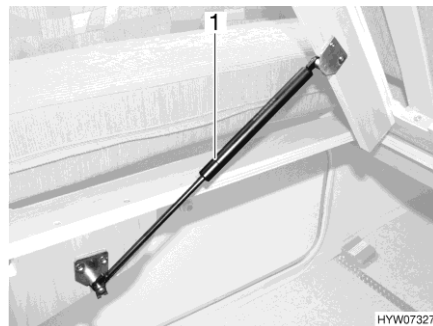

Bild 129 Fast säng
- Lyft ribbotten. Gasfjädrarna (Bild 129,1) håller kvar ribbotten i öppet läge.